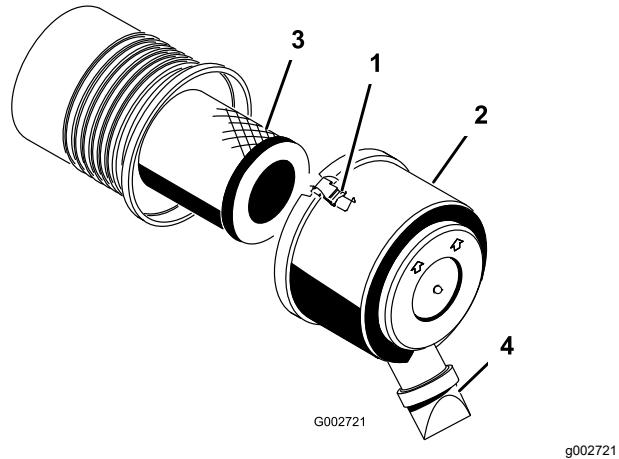

Figura 26
- Abra los enganches que sujetan la tapa del limpiador de aire a la carcasa del limpiador de aire (Figura 26).